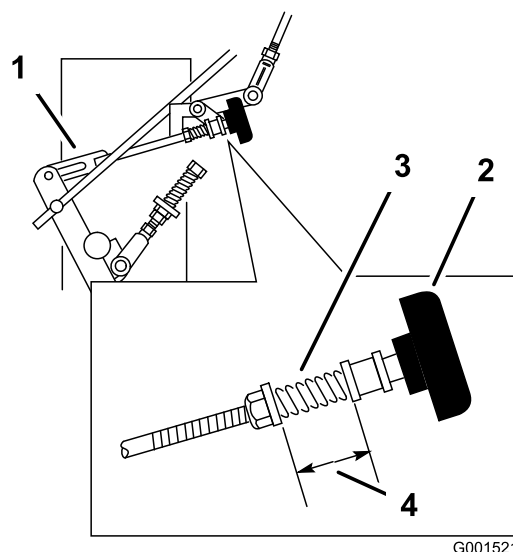

Figure 41
3. Réglez la timonerie droite en tournant le bouton Quick-Track dans le sens anti-horaire jusqu'à ce que la roue commence à tourner en avant (Figure 41).
opération jusqu'à ce que la roue droite arrête de tourner en avant (Figure 41).
6. Le ressort qui maintient la tension sur le bouton n'a normalement pas besoin d'être réglé. Toutefois, si un réglage est nécessaire, réglez la longueur du ressort à 26 mm (1") entre les rondelles (Figure 41).
7. Réglez la longueur du ressort en tournant l'écrou situé à l'avant du ressort (Figure 41).